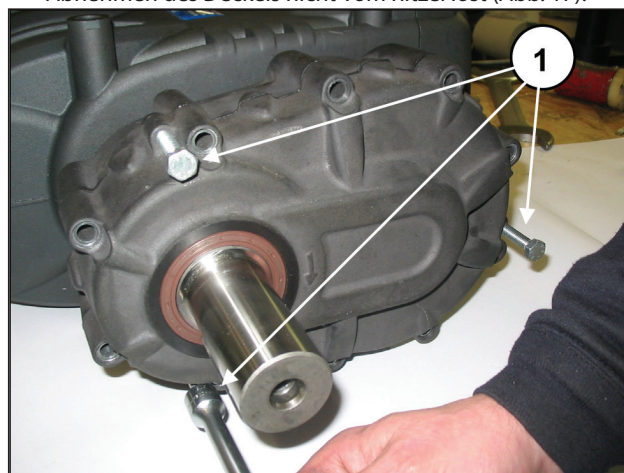
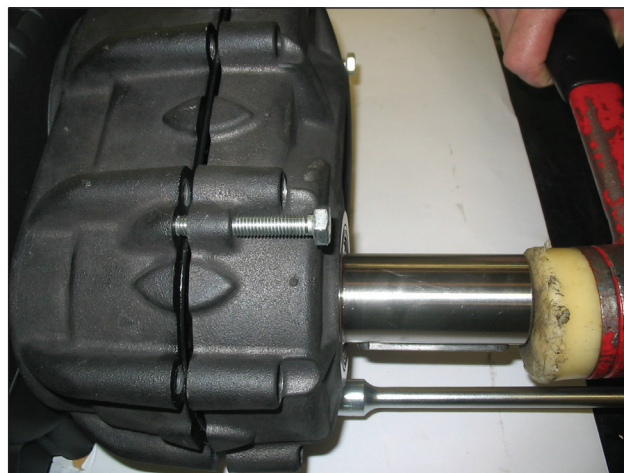

Abb. 16
Abb. 17
- Drehen Sie in die entsprechenden Bohrungen 3 Gewindestifte oder Schrauben mit M8-Gewinde (Abb. 16, Pos. ①) als Abzieher ein und schlagen Sie gleichzeitig auf das Ritzel, damit sich das Lager beim Abnehmen des Deckels nicht vom Ritzel löst (Abb. 17).